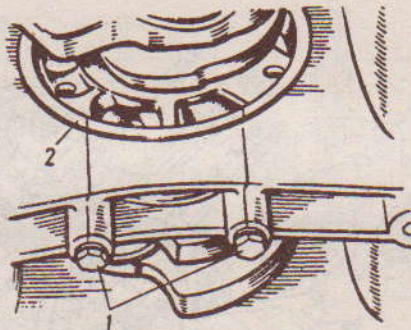

Рис. 2.9. Крепление средней опоры: 1 - болты крепления средней опоры; 2 - средняя опора
- ✓ отвернуть 4 гайки крепления передней опоры и два болта крепления средней опоры (рис. 2.9) и извлечь их.